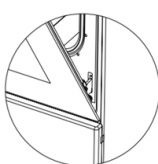

Figure 16.1
- Fermez ensuite la porte du four jusqu'à ce qu'elle repose sur le verrou de la charnière. (Voir Fig. 16.1).